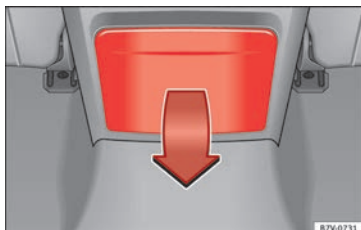

Bild 190 Mittkonsol, baktill: fälla ut mugghållare
- För att *öppna* skjuter du mugghållaren nedåt i pilens riktning » **bild 190**.